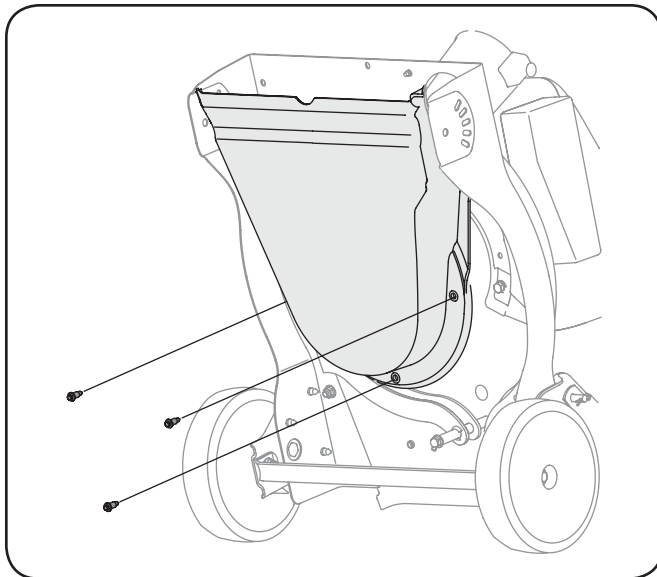

Figure 7-4
7. Inclíne la unidad con cuidado y apóyela hacia arriba para obtener acceso por la parte inferior al material de montaje del pico y al motor. Retire los tres tornillos con reborde que aseguran el pico de plástico negro a la caja inferior. Consulte la fig. 7-4.